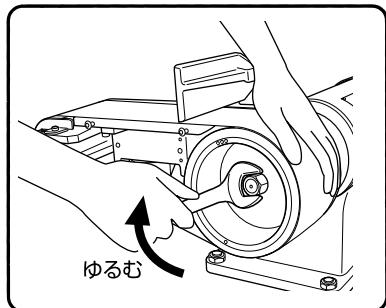

図19
- (2) コンタクトホイールの外周を手で押え、スパナを図のゆるむ方向（時計回り）に回すと、ナットをゆるめることができます。(図19)